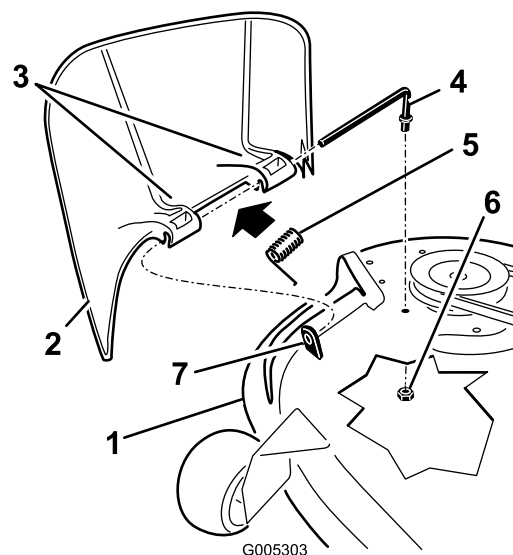

Figura 59
1. Localice los elementos mostrados en la Figura 59.
2. Retire la tuerca (3/8 pulg.) de la varilla (debajo del cortacésped) (Figura 59).
3. Retire la varilla del espaciador corto, del muelle y del deflector de hierba (Figura 59). Retire el deflector de hierba dañado o desgastado.
4. Vuelva a colocar el deflector de hierba (Figura 59).
6. Coloque el muelle sobre la varilla, con los extremos de los alambres hacia abajo, y entre los soportes del deflector de hierba. Deslice la varilla por el segundo soporte del deflector de hierba (Figura 59).
7. Introduzca la varilla, en la parte delantera del deflector de hierba, por el espaciador corto de la carcasa. Fije el extremo trasero de la varilla en el cortacésped con una tuerca (3/8 pulg.) (Figura 59).